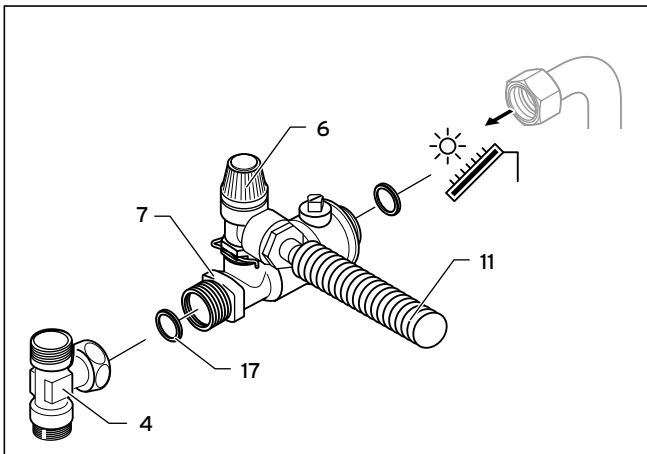

Fig. 4.3 Robinet de maintenance (A) - Position de montage
Risque de blessure dû à l'endommagement des capteurs solaires. En cas de montage incorrect du robinet de maintenance (A), la soupape de sécurité (6) ne fonctionne pas lorsque le robinet de maintenance (7) est fermé. Les capteurs solaires peuvent être endommagés et des fuites de fluide caloporteur peuvent se produire. Assurez-vous que le robinet de maintenance (A) est bien monté tel qu'indiqué dans la fig. 4.3.
- Montez la pièce en T (4) sur le tuyau ondulé en acier inoxydable (14).
- Avec la soupape de sécurité (A), montez le robinet de maintenance tel qu'indiqué dans la fig. 4.3 sur la pièce en T (4).
- Montez le tuyau ondulé en plastique (11) sur la soupape de sécurité (6).
- Acheminez le tuyau ondulé en plastique (11) dans une cuve de rétention séparée.